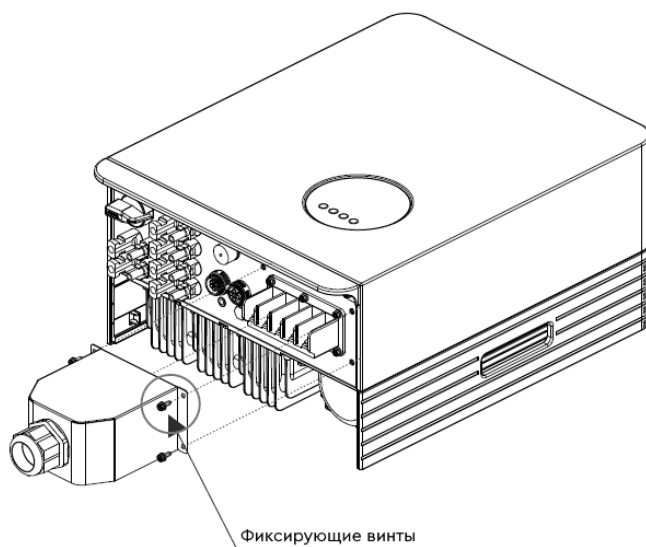

Рисунок 19. Установка защитного кожуха.
5. Чтобы закрепить защитный кожух на клеммной колодке переменного тока, установите кожух и нажмите на фиксирующий рычаг, затем закрутите фиксирующий финт (Рисунок 19).